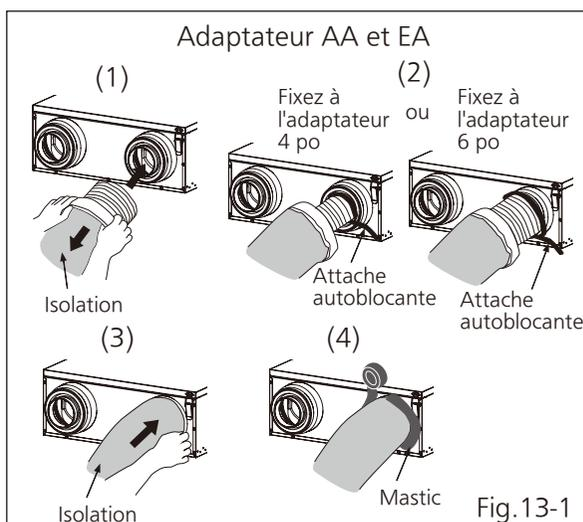

Fig.13-1
2. Installez les conduits isolés sur l'adaptateur AA et EA (Fig. 13-1)